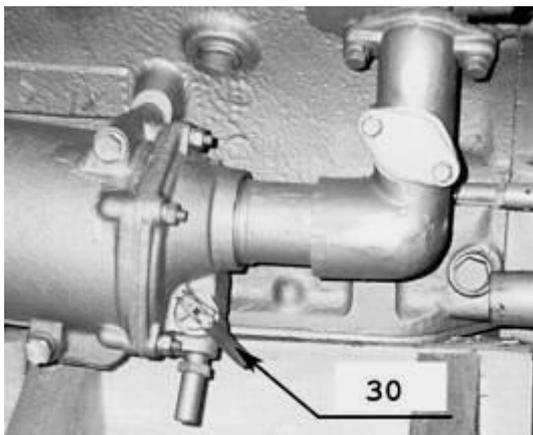

Рис. 11 Сливной кран
- Закрывать сливной кран (30) (рис. 11) на двигателе, нижнем патрубке радиатора и маслоохладителе;